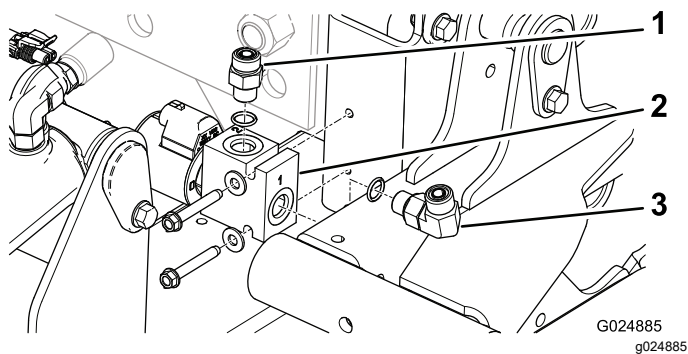

図 2
3. フレームチューブに、右側デッキロックマニホルドを取り付けるタッピングねじ 1/4" x 1 3/4" 2本を使用する。マニホルドは 図 2 のように取り付ける。
4. マニホルドの上部に油圧用のストレートフィッティングを取り付ける図 2。
5. マニホルドの端部に油圧用の90度フィッティングを取り付ける図 2。